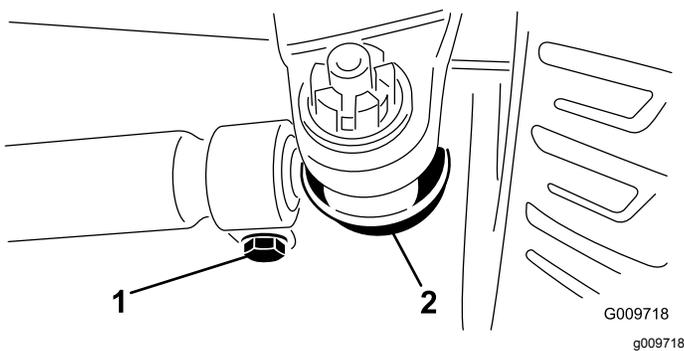

Figure 110
3. Pour le régler, retirez la goupille fendue et l'écrou de l'une des rotules de biellette (Figure 110). Déposez la rotule de biellette du support du corps d'essieu.
4. Desserrez les fixations aux deux extrémités des biellettes (Figure 110).